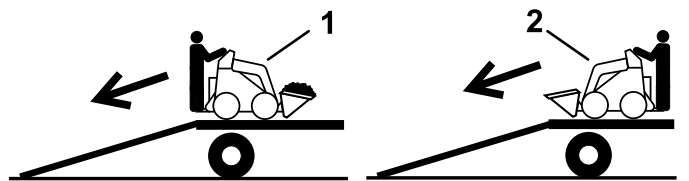

Bild 19
2. Fahren Sie beim Entladen vom Anhänger mit dem schweren Ende der Maschine auf die Rampe und befördern Sie Lasten niedrig (**Bild 19**).